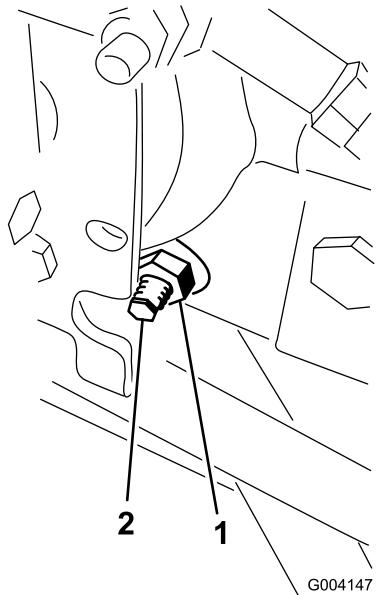

Bild 60
3. Lösen Sie rechts am Hydrostat die Sicherungsmutter an der Fahrantrieb-Einstellnocke (Bild 60).